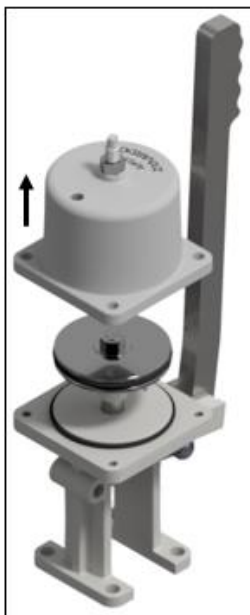

Figura 10
**1º** Retire os parafusos que fixam a camisa do atuador para ter acesso ao interior onde serão trocados os anéis, conforme a figura-10.